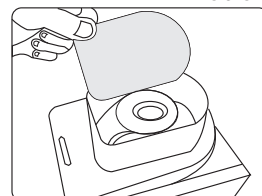
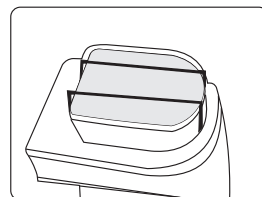

Fig. 1
Fig. 2
- B. Remueva la unidad principal y voltéelo, coloque el filtro sobre la resistencia (Fig. 1) y use el clip de metal para fijarlo (Fig. 2). Recoloque la unidad principal en su posición original.